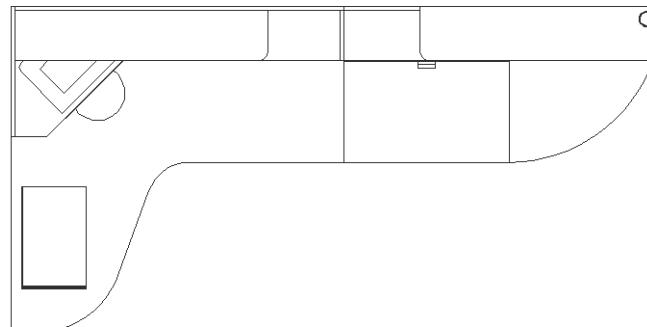

Рис. 12.6 ▶ Чертеж рабочей зоны с замороженными слоями
- Измените масштаб просмотра так, чтобы чертеж был подобен рис. 12.6.